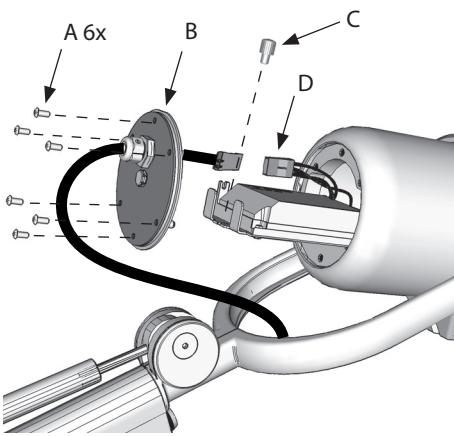
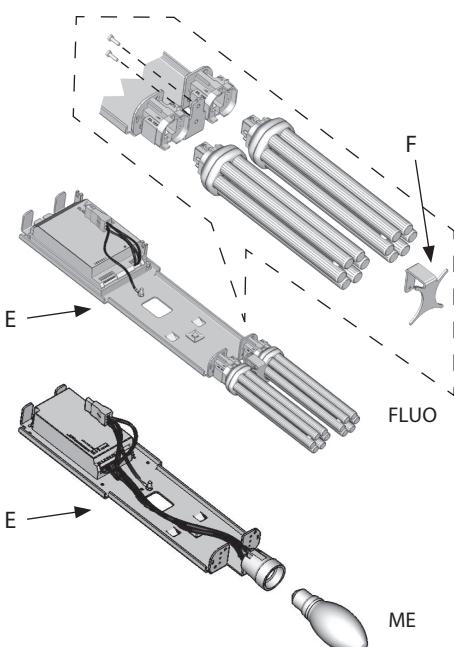

Fig. 15
Fig. 16
Svitare le viti A con la chiave a brugola n° 3 e rimuovere il fondello B. Svitare il perno C e sganciare il connettore D (fig. 15). Estrarre la slitta E. Montare / sostituire le lampadine (fig. 16). Per la sola versione fluorescente, avvitare la staffa F.
Desserrer les vis A à l'aide de la clé Allen n° 3 et retirer le culot B. Desserrer le pivot C et décrocher le connecteur D (fig. 15). Extraire la glissière E. Monter ou remplacer les ampoules (fig. 16). Pour la version fluorescente, serrer la bride F.
Loosen the screws (A) using the Allen wrench 3 and remove the bottom part (B). Loosen the pin (C) and release connector D (fig. 15). Remove the saddle (E). Mount or replace the bulbs (fig. 16). Only for the fluorescent model, tighten the bracket (F).
Die Schrauben A mit dem 3er Inbusschlüssel aufschrauben und den Boden B entfernen. Den Bolzen C aufschrauben und den Verbinder D befestigen (Abb. 15).
Den Schlitten E herausziehen. Das Leuchtmittel montieren bzw. auswechseln (Abb. 16). Für die Fluoreszenzausführung ist noch der Bügel F anzuschrauben.